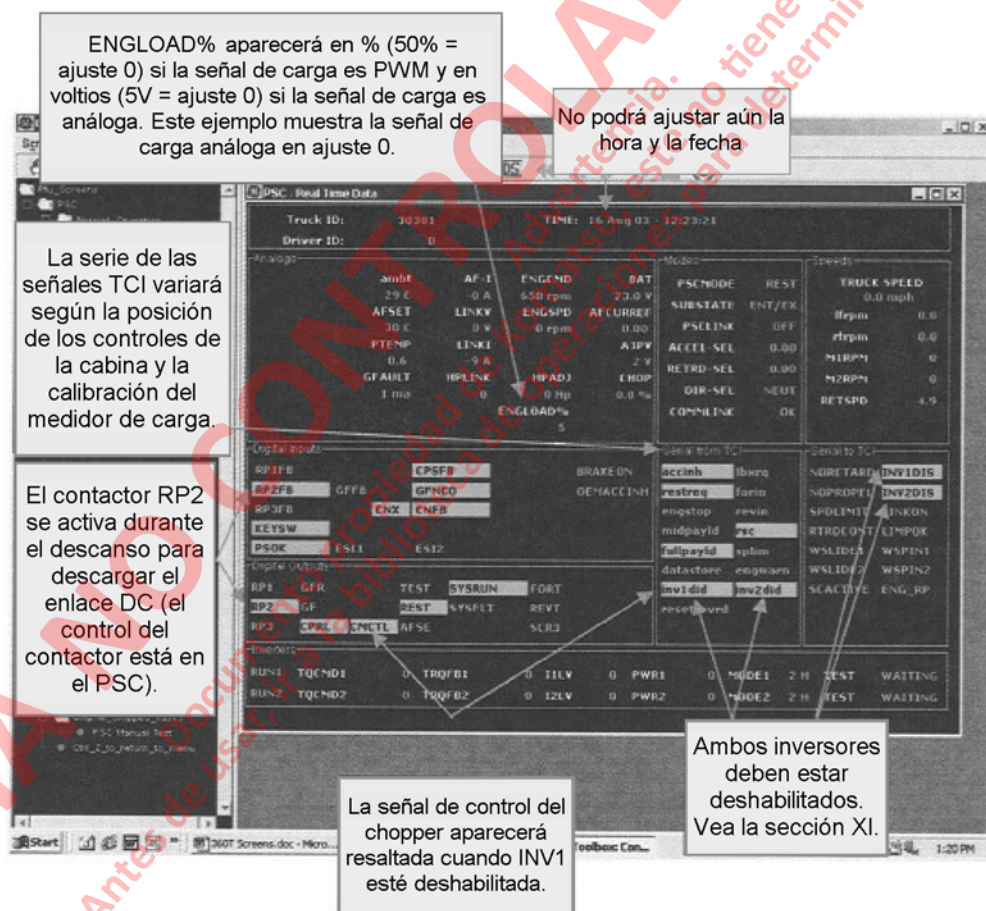

FIGURA 3-3. PANTALLA DE DATOS EN TIEMPO REAL DEL PSC
1. Con el control de energía apagado, retire la tarjeta correspondiente y ubique la placa verde con la batería cerca del borde de la tarjeta. (Consulte la Figura 3-3).
- Verifique que los valores análogos sean similares al ejemplo de la Figura 3-3. Además, asegúrese de que la ID correcta del camión esté en la parte superior de la pantalla y que la señal «COMMLINK» bajo «Modes» (modos) indique «OK».
- ◆ La pantalla «PSC Manual Test» se parece a la pantalla «PSC Real Time Data» en la Figura 3-3. Al hacer clic en los botones del campo «Digital Outputs» (salidas digitales) se alternará la salida de encendido y apagado. Consulte la Tabla III.